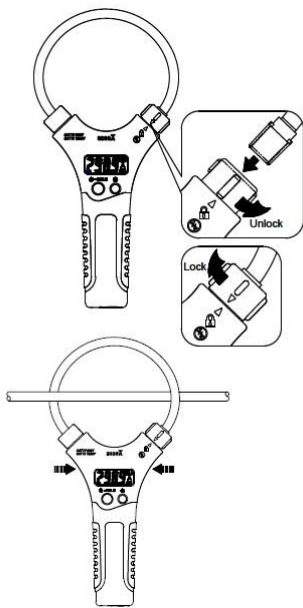
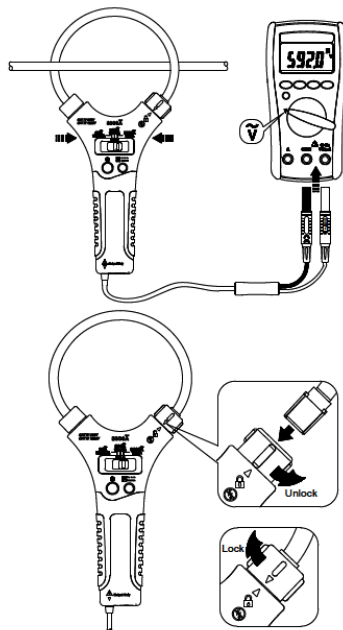

Рис. 6.2 Подключение sFlex D (10/18)
Рис. 6.3 Подключение sFlex T (10/18)
Доп. погрешность измерения тока обусловлена ошибками позиционирования в пространстве гибкой петли на проводнике с током. Характеризуется расстоянием линейного отклонения от оптимального расположения петли при котором - ось проводника находится точно в центре токовой петли (см. рис.6.2/ рис. 6.3).
3. Выходные провода подсоединить к входными гнездам COM (черный) и A (красный) внешнего индикатора (рис. 6.3)
5. Считать результат измерения переменного тока с экрана встроенного ЖК-дисплея (sFlex 10D/ 18D) или с индикатора внешнего вольтметра (sFlex 10T/ 18T). См рис.6.3.
6. Для модели sFlex 10D/ 18D при необходимости использовать функции удержания показаний (HOLD) – нажатием на клавишу **⏻ • HOLD**. В условиях недостаточной видимости можно воспользуйтесь функцией включения подсветки дисплея – нажав на клавишу *** (рис. 6.2).**